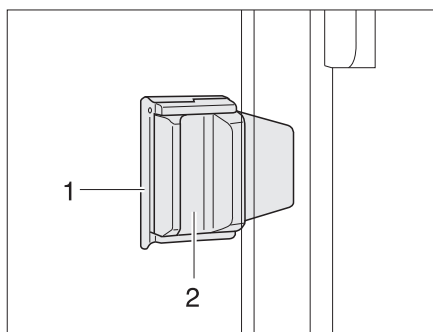

Bild 59 Skjutfönster med skjutlås
- Drag ut låsanordningen (Bild 59,1).
- Tryck handtaget (Bild 59,2) och skjut det samtidigt framåt eller bakåt.